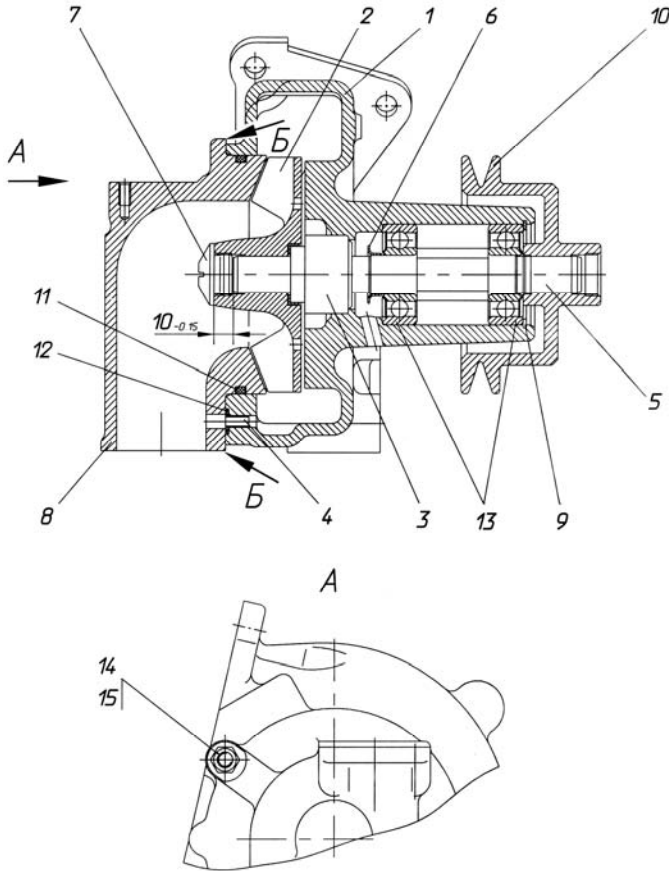

Рис. 103. Водяной насос:
- 5 Отвернуть гайки 14 (рис. 103) патрубка 8.
- 2 Напрессовать на вал 5 (рис. 103) подшипники 13 и водосбрасыватель 6. При этом необходимо:
- 9 Напрессовать крыльчатку 2 в сборе с манжетой и уплотнительной втулкой на вал 5 (рис. 103). При этом необходимо:
- установить крыльчатку и в валу в размер  $10_{-0,15}$  мм (рис. 103) между торцом вала и торцом ступицы крыльчатки. Для этого необходимо при запрессовке установить на торец вала диск диаметром не более 13 мм и высотой  $10_{-0,15}$  мм.